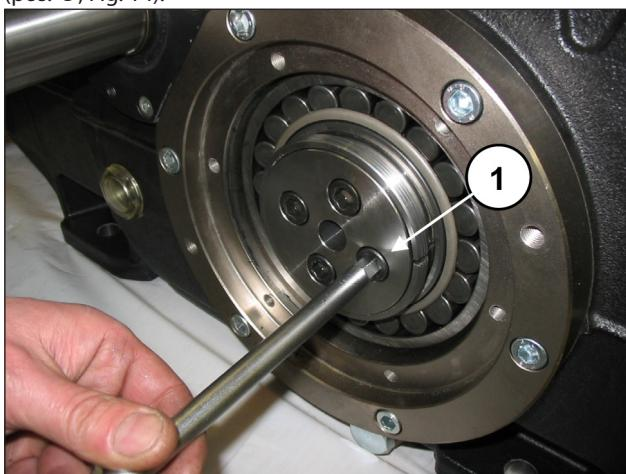

Fig. 13
Solte e extraia os parafusos de fixação do flange de bloqueio da bússola, de ambos os lados (pos. ①, Fig. 13).